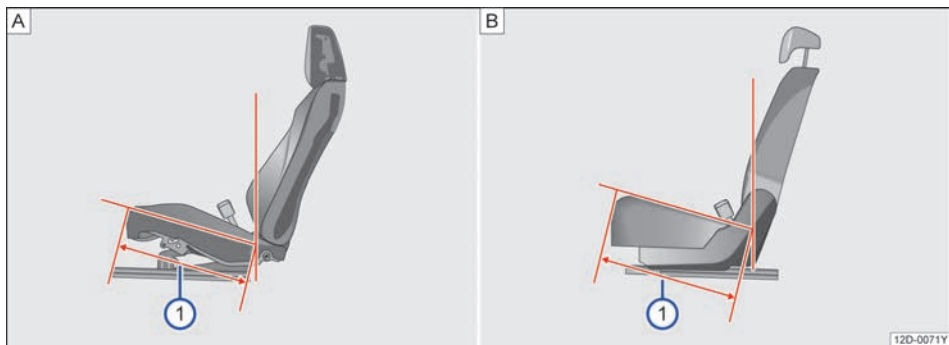

图 82 座椅坐垫深
当前排位置处于设计位置时，坐垫深=459.5mm→图 82[A]①
当第二排位置处于设计位置时，坐垫深=478.5mm→图 82[B]①